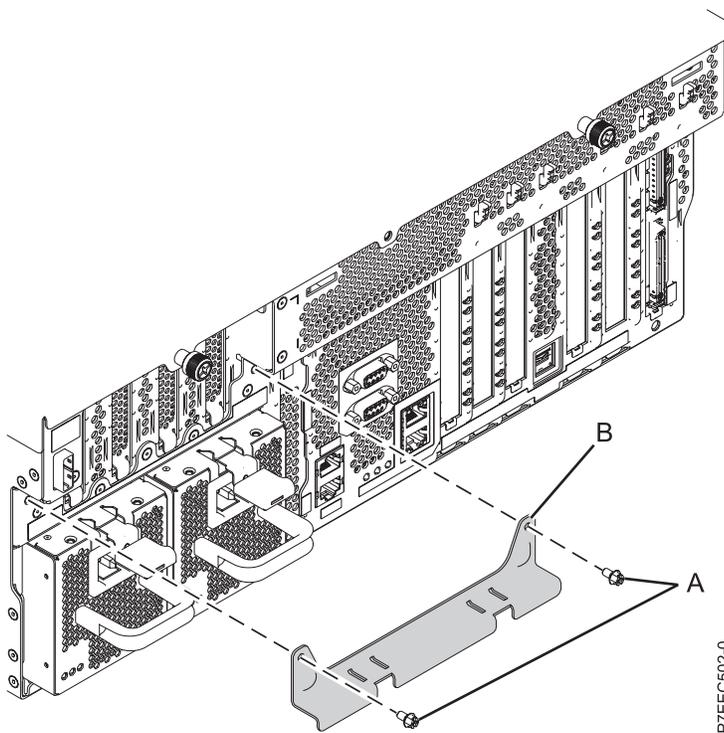

Abbildung 11. Transporthalterung ausbauen
4. Bauen Sie die Transporthalterung links an der Rückseite des Systems aus, bevor Sie das System verkabeln, wie in Abb. 11 dargestellt. Gehen Sie wie folgt vor, um die Transporthalterung auszubauen:
- a. Entfernen Sie die beiden Schrauben (A).